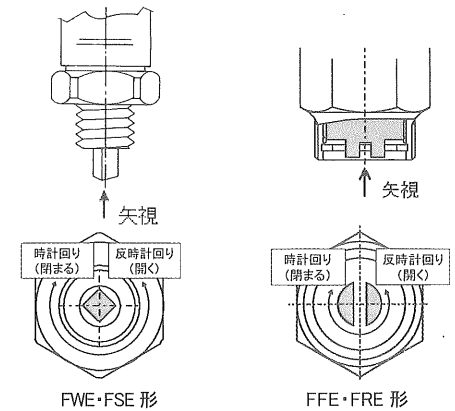

図 7
2. 調節ねじは、矢視方向より時計回りが「閉まり方向」となり、反時計回りが「開き方向」となります。(図 7)